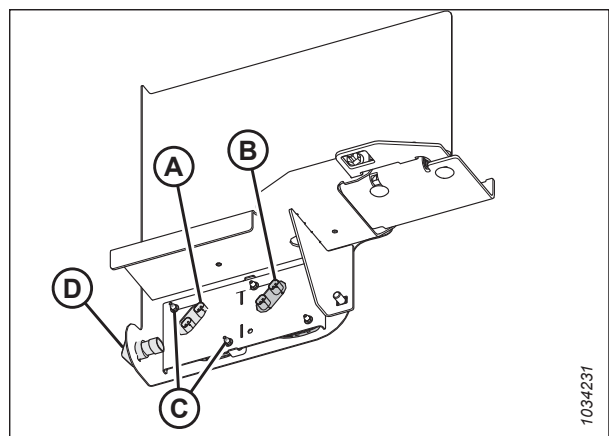

Abbildung 5.195: Gelbe Lichter und Markierungsleuchten – Vorderansicht
- Um die in Abbildung 5.195, Seite 360 gezeigte Blinker-/Warnblinker-Verstärkerlampe (D) anzubringen, die Lasche (A) der Lampe auf die Aussparung im Schild ausrichten, die Lampe vorsichtig in das Schild drücken und drehen, um sie zu befestigen.